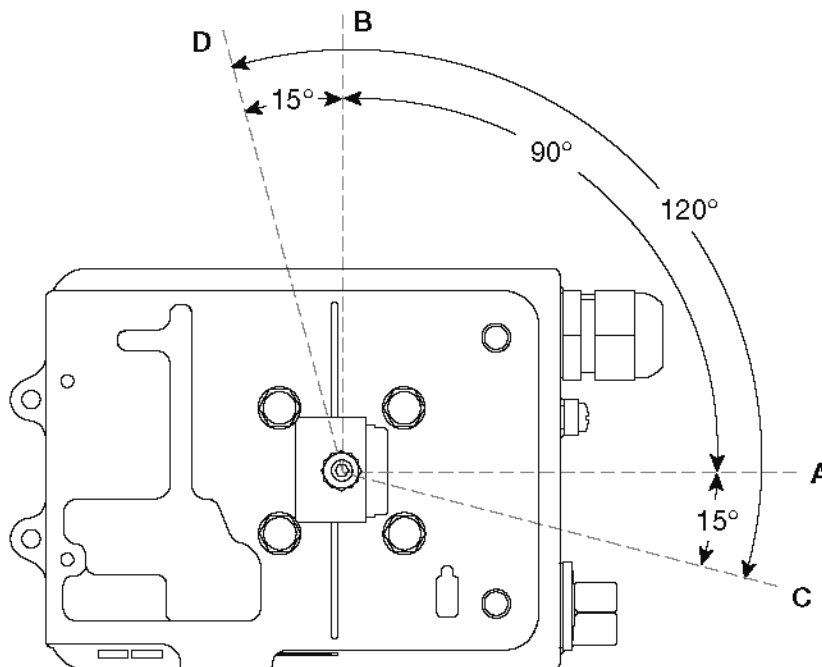
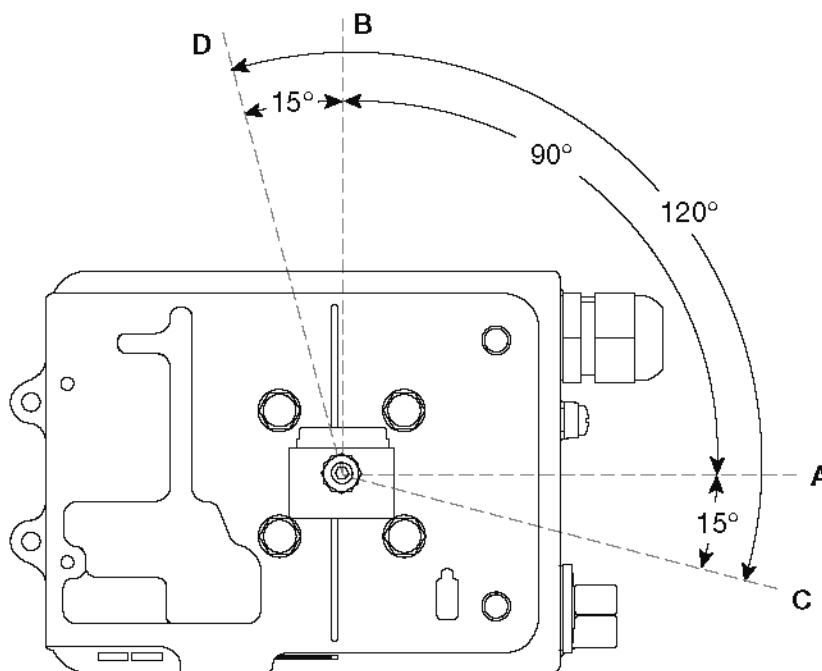

Fig. 23 Vue arrière du positionneur. Orientation de l'aimant dans le sens des aiguilles d'une montre.
Fig. 24 Vue arrière du positionneur. Orientation de l'aimant dans le sens contraire des aiguilles d'une montre.
5.3.2 Positionner l'aimant comme illustré sur les Fig. 23 et Fig. 24, et serrer le boulon afin de fixer l'aimant dans sa position. Il doit y avoir une distance de 5 à 14 mm entre l'aimant et le positionneur.
Voir la Fig. 23 pour le servomoteur avec la rotation dans le sens des aiguilles d'une montre.
Voir la Fig. 24 pour le servomoteur avec la rotation dans le sens contraire des aiguilles d'une montre.